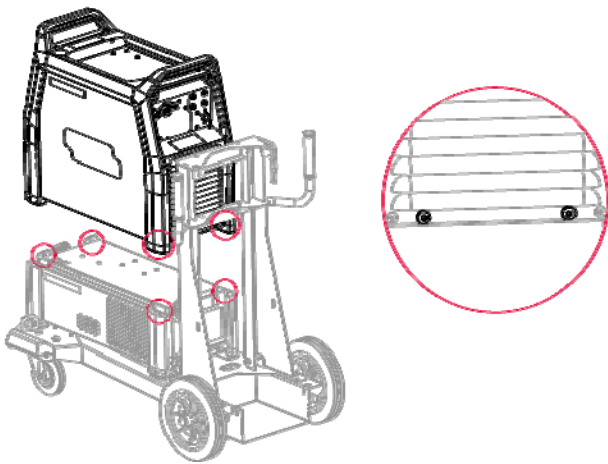

Рисунок 2
- Установите Speedtec в верхней части системы охлаждения (Рис. 2)